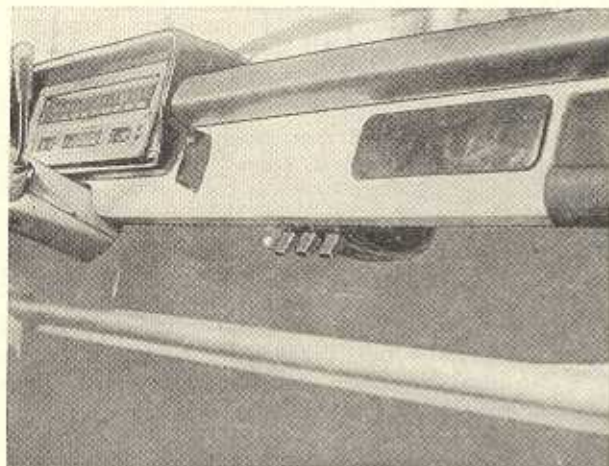

Bild K 43. Heizungsbetätigung
6.7.4. Heizungsbetätigung (Bild K 43)